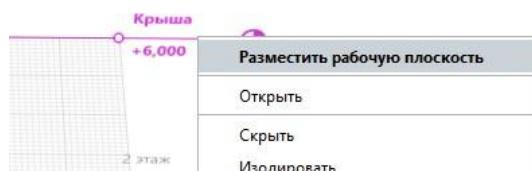

Рис. 4 Размещение Рабочей плоскости
4. Далее построим крышу над остальным стенами. Размещаем **Рабочую плоскость** на уровне **Крыша**: для этого щелкаем ПКМ по **уровню Крыша** и выбираем из контекстного меню – **Разместить рабочую плоскость** (рис. 4)